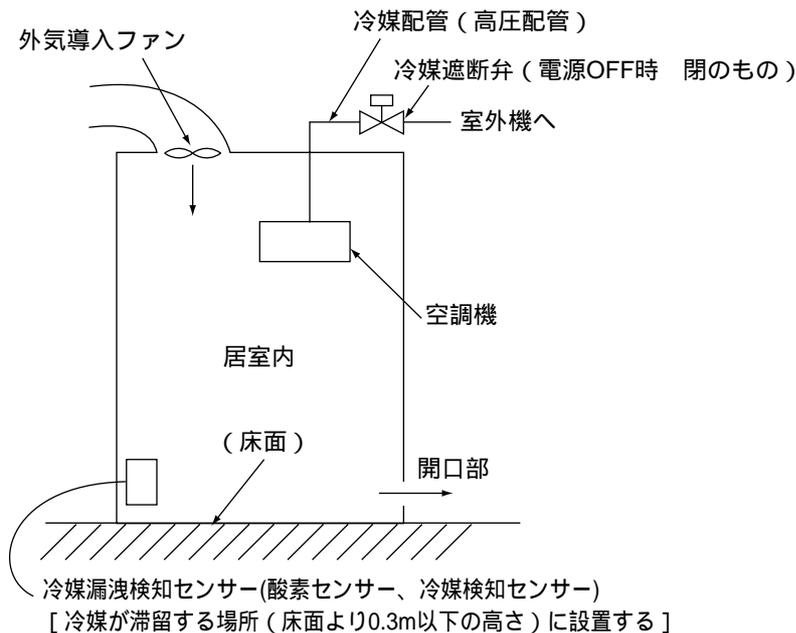
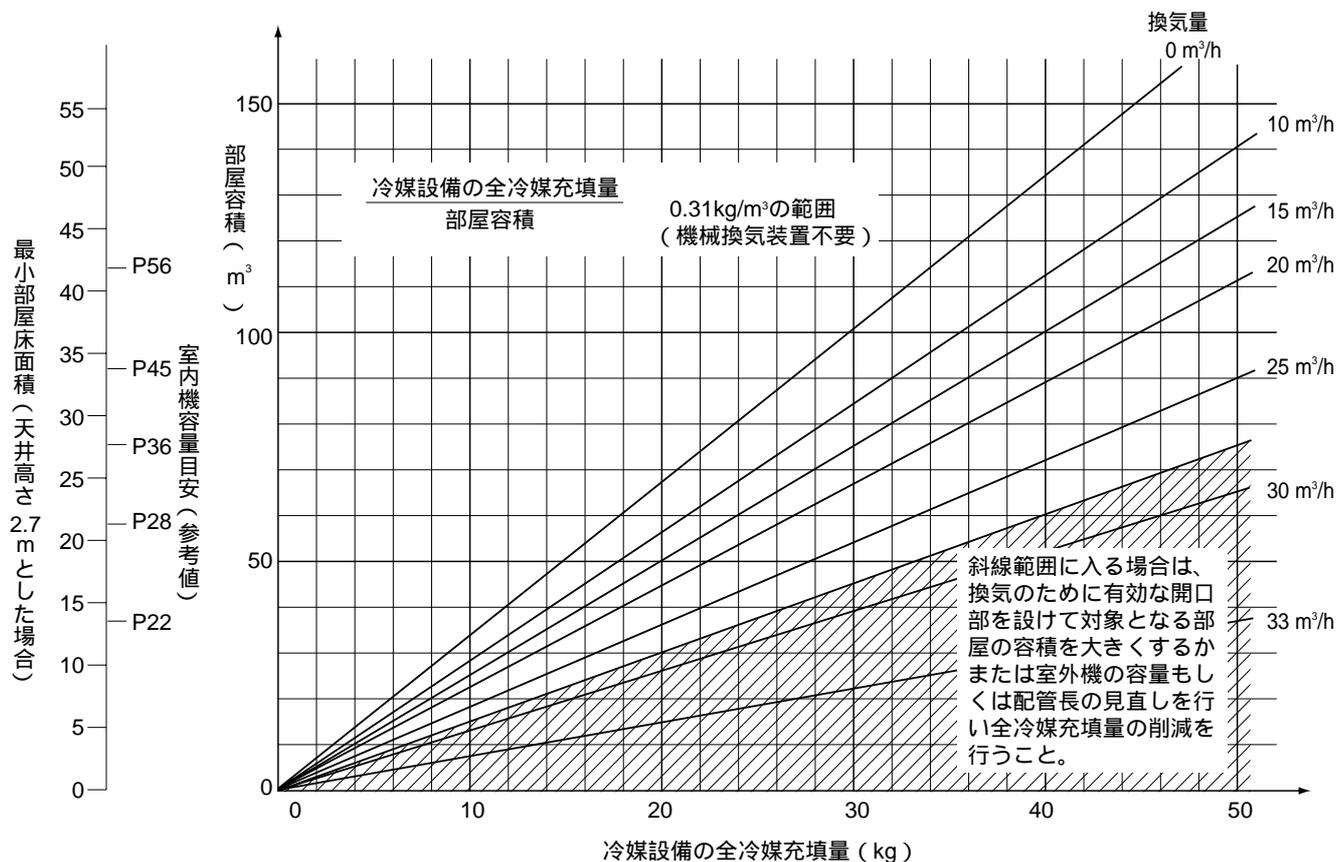

図4 常時換気システムと冷媒遮断弁の併設
図1 換気量によるシステムの選定
換気量は対象冷媒設備の全冷媒充填量と部屋容積によって図1に示す量以上としてください。
- (a)換気システムを設置する場合でも万一の換気システムの故障を考え、図1(23ページ)の斜線で示す範囲は選定しないようにしてください。この範囲に入る場合は原則的に **対応1** **対応2** に示すように換気のために有効な開口部を設けて対象となる部屋の容積を大きくするかまたは、室外機容量もしくは配管長の見直しを行い全冷媒量の削減を行ってください。
- (b)換気システムを設置した場合で図1の斜線で示す範囲に入り、**対応1** **対応2** がとれない場合は、換気システムとは別の独立した安全確保のための手段を設けてください。具体的には冷媒漏洩時のセンサ - によって作動する冷媒遮断弁や在室者の危険を知らせる確実な警報システムの併設です。この場合センサ - は上記換気システム作動用のセンサ - とは別にしてください。図4に冷媒遮断弁併設の場合を示します。